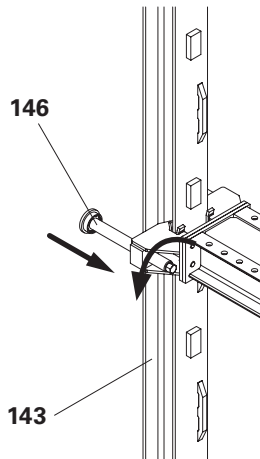

Fig. D2.03
1. Retrarre l'albero di compressione M42 ACS (**146**). (Fig. D2.03)